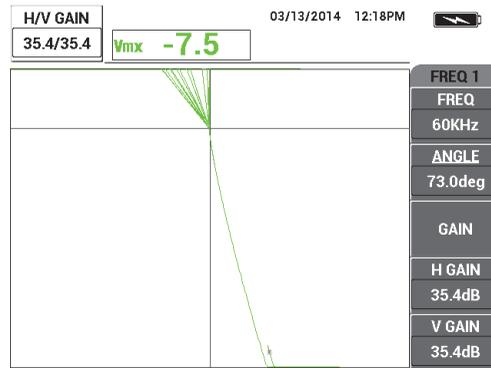

Figura 5-76 Regolazione del guadagno
10. Posizionare la sonda sul campione con conduttività del 45% ed in seguito premere il tasto GAIN (**dB**) e diminuire il guadagno fino a quando il punto in tempo reale è all'interno della schermata (vedere Figura 5-76 a pagina 194).